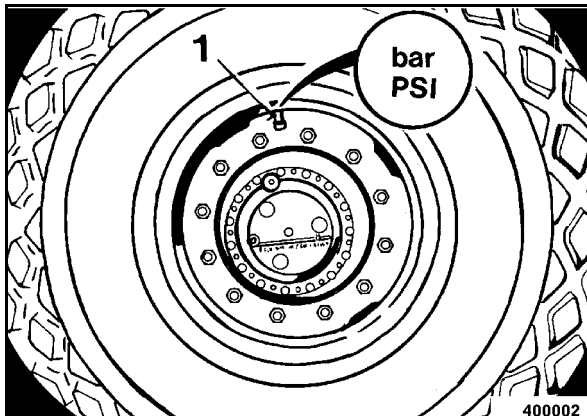

Fig. 152
- Con la válvula del neumático en posición superior medir la presión de inflado en válvula 1 (Fig. 152) con un manómetro.